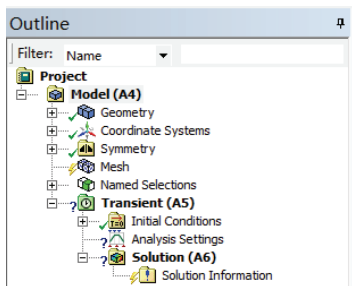

图 14-3 进入 Mechanical 界面
1) 双击主界面项目管理区项目 A 中的 A3 栏 Model 项, 进入 Mechanical 界面, 可见分析项目如图 14-3 所示, 在该界面下即可进行网格的划分、分析设置、结果查看等操作。